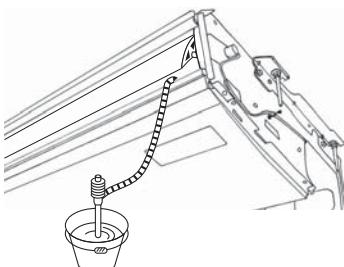

Fig. 5-3
- Убедитесь в правильности дренажа. (Fig. 5-3)